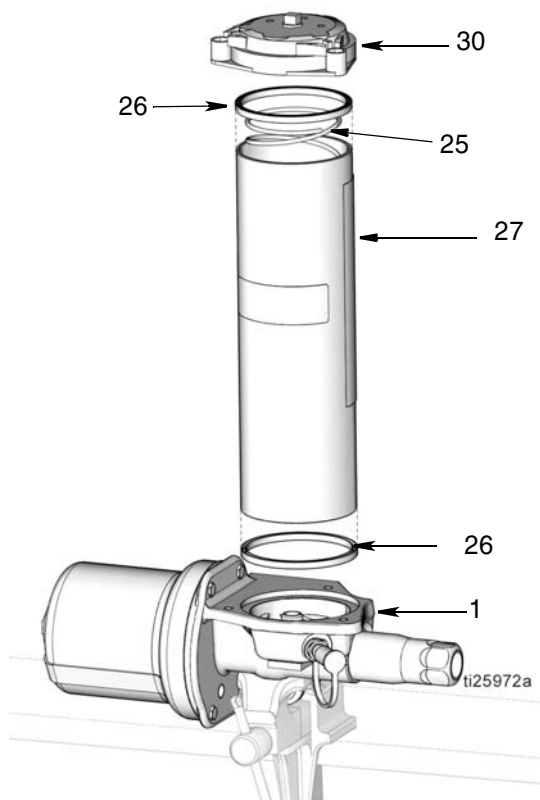

FIG. 14
11. Déposer le réservoir (27) de la base de la pompe (1) (FIG. 14). En cas de remplacement des joints (26) du réservoir, déposer les joints du réservoir. Mettre les joints au rebut en respectant toutes les réglementations concernées.